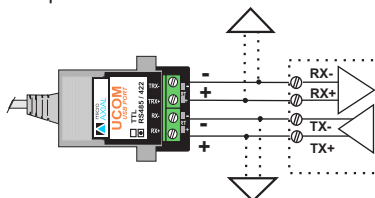

Fig. 2. RS422, 4 Hilos. Respete polaridades.
**Conexión RS422.** El enlace se realiza mediante 4 hilos, (fig. 2). El módulo permite la comunicación duplex total. Durante la transmisión titila el led TX, durante la recepción el led RX.